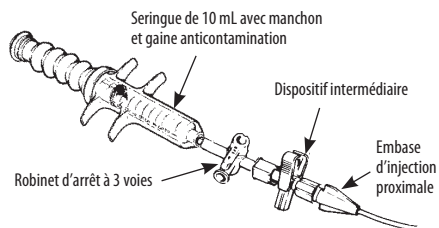

Figure 3. Dispositif intermédiaire connecté à la lumière d'injection du cathéter
Lorsqu'il est utilisé en association avec la sonde de température de la solution d'injection, le dispositif intermédiaire (modèle 93505) permet de mesurer directement la température de l'indicateur thermique au niveau de la lumière proximale du site de perfusion. La mesure de la température d'injection au niveau du site de perfusion permet de réduire les erreurs fréquemment rencontrées avec les techniques d'injection standard (par exemple : réchauffement de l'injection due à la manipulation de la seringue). La température d'injection est directement transmise par la sonde de température de la solution d'injection au moniteur patient pour analyser la courbe et déterminer le débit cardiaque. Une constante de calcul appropriée doit être saisie sur l'ordinateur pour déterminer le bon débit cardiaque. Un robinet d'arrêt à 3 voies doit être placé en amont du dispositif intermédiaire (Figure 3) pour l'entretien du cathéter standard et l'élimination des fluides.
1. Vérifier que le trajet des fluides est totalement exempt d'air. Fixer le dispositif intermédiaire au robinet d'arrêt de la lumière d'injection du cathéter (Figure 3).
Bei Verwendung mit der Injektattemperatursonde ermöglicht die Durchflussarmatur (Modell 93505) die direkte Temperaturmessung an der Infusionsstelle des proximalen Lumens. Die Messung der Injektattemperatur an der Infusionsstelle trägt zur Reduzierung von Fehlern bei, die bei Standardinjektionsverfahren häufig auftreten (beispielsweise Aufwärmen des Injektats durch längeres Halten der Spritze). Die Temperatur des Injektats wird von der Injektattemperatursonde direkt an einen Patientenmonitor zur Kurvenanalyse und Ermittlung des Herzzeitvolumens übertragen. In den Computer muss eine entsprechende Berechnungskonstante zur Ermittlung des richtigen Herzzeitvolumens eingegeben werden. Für die standardmäßige Katheterwartung und Flüssigkeitsentnahme sollte ein Dreiweggehahn in der Nähe der Durchflussarmatur (Abbildung 3) positioniert werden.
1. Sicherstellen, dass sich in der Flüssigkeitsleitung keine Luft befindet. Die Durchflussarmatur am Katheterinjektat-Lumenabsperrrhahn befestigen (Abbildung 3).